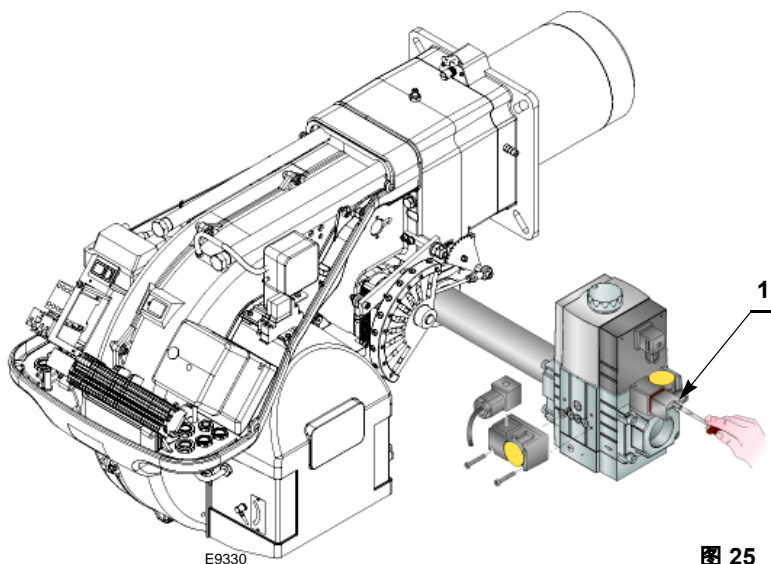

图 25
- 将压力表连接到最小燃气压力开关的压力测试点 1) (图 25)，以检查燃气供应压力，此压力必须低于燃气阀组所允许的最大压力，详见燃气阀组铭牌。
- 排尽燃气管路中的空气，连接一根塑料管到最小燃气压力开关的压力测试点 1) (图 25) 处。将排气管接到室外，以便闻到燃气的味道。